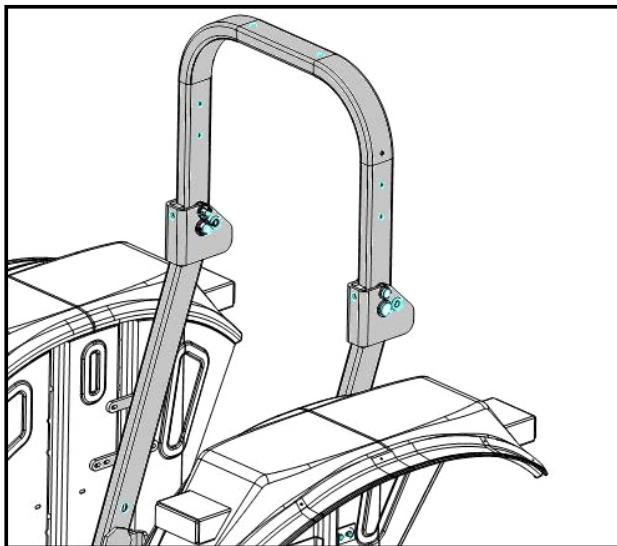

Fig. 4-38
Traktor je opremljen sa sigurnosnim ramom (zaštita u slučaju prevrtanja) (Fig 4-38), koji je montiran iza vozačevog sedišta i u skladu sa važećim OECD i EEC standardima. Zaštitni ram sastoji se od dva dela, jednog gornjeg i jednog donjeg, koji su spojeni zajedno.
Traktor se sme koristiti samo ako je ova struktura u podignutom položaju (Fig 4-38)
Pratite sledeće procedure ukoliko je neophodno da spustite zaštitnu strukturu iz gore pomenutih razloga (Fig. 4-38)
- Ukonite fiksirajuće klinove (2)
- Okrenite zaštitnu strukturu (1) dok se ne zaustavi na ustavljuvачima.
- Pre ponovnog korišćenja traktora, na bilo koji način vratite zaštitnu strukturu (1) nazad u uspravnu poziciju (Fig 4-38) izvodeći prethodno opisane operacije obrnutim redosledom. Fiksirajte klinovima.